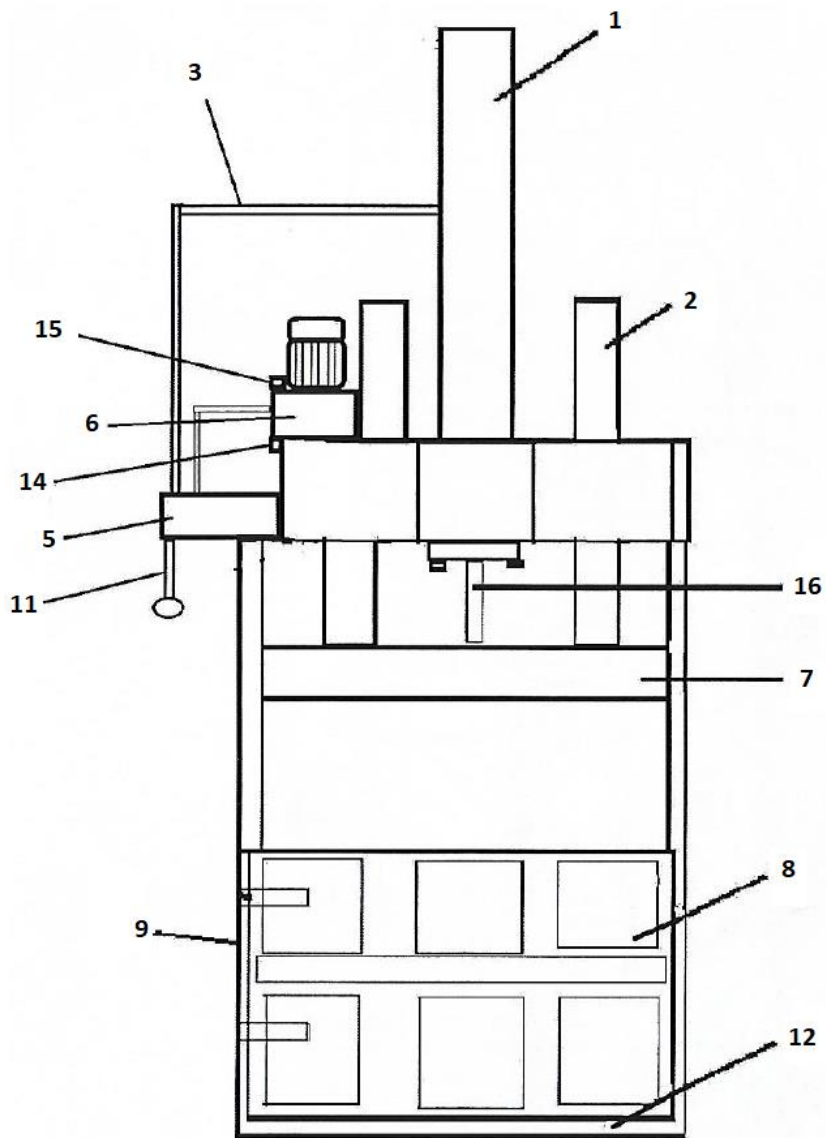

Рисунок 3
3. В масляный бак (поз. 6 рис. 3) залить 30 л. индустриального масла. Смазать замки дверей и направляющий шток пластичной смазкой «Литол-24». Произвести 3-4 полных хода штока.